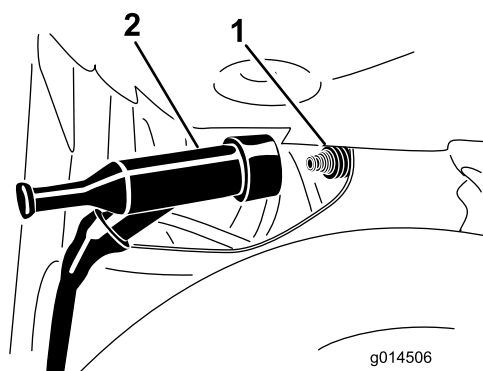

Figura 42
3. Desconecte el cable de la bujía del terminal de la bujía (**Figura 42**).
4. Conecte el cable de la bujía a presión en el terminal de la bujía (Figura 42).